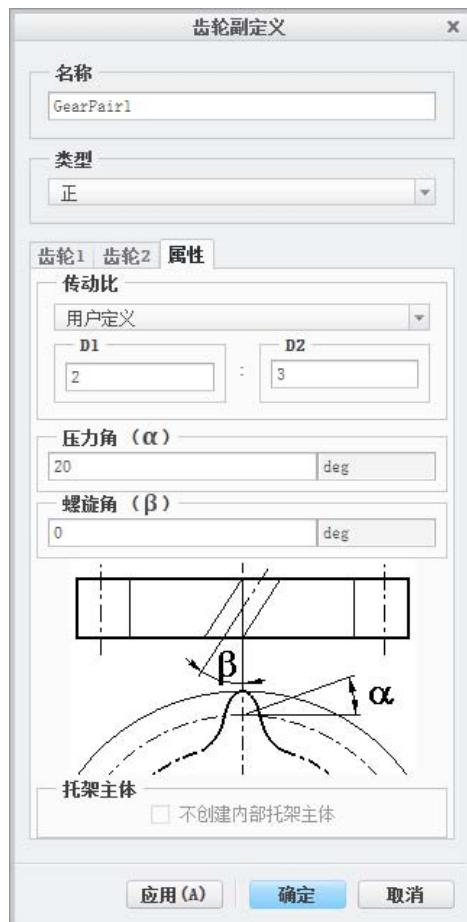

图 9.4.33 齿轮副设置
(5) 定义属性。单击 **属性** 选项卡，设置图 9.4.33 所示的参数。
(6) 完成齿轮副定义。单击“齿轮副定义”对话框中的 **确定** 按钮。